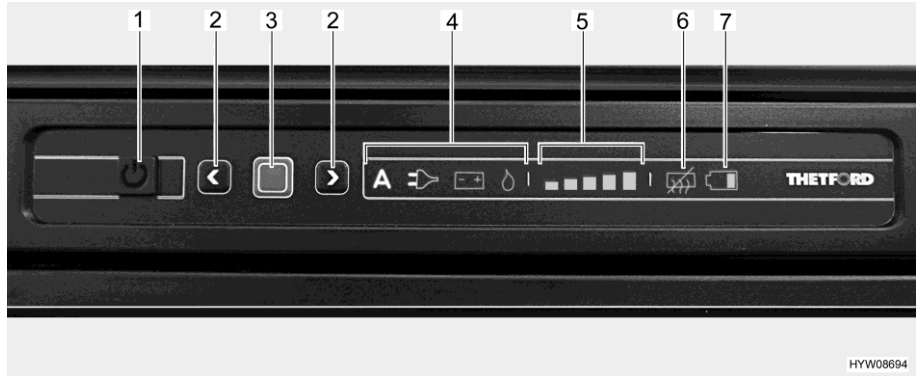

Bild 121 Lysdiodsreglage (kylskåp Thetford)
- Tryck på på/av-knappen (Bild 121,1) i en sekund. Knappen tänds med grönt ljus. Efter ca 10 sekunder dimmas indikeringen automatiskt för att spara ström.
- Tryck på bekräftelseknappen (Bild 121,3). Det sist valda driftläge visas.
- Tryck ned bekräftelseknappen (Bild 121,3) i cirka 2 sekunder. Symbolen för driftläge blinkar.
- Manuellt energival: Med pilknapparna (Bild 121,2) väljer du önskad energikälla.
- Automatiskt energival (endast för utförande med automatiskt energival): Välj driftläget "A" med hjälp av pilknapparna (Bild 121,2).
- Bekräfta valet med bekräftelseknappen (Bild 121,3).
- Tryck på bekräftelseknappen (Bild 121,3) igen. Kynivåindikatorn (Bild 121,5) blinkar.
- Ändra inställningen genom att trycka på pilknapparna (Bild 121,2) tills önskad inställning visas.
- Tryck på på/av-knappen (Bild 121,1) i cirka 2 sekunder. Alla lampor släcks. Kylskåpet är avstängt.
När kylskåpet sätts på väljs automatiskt den sist valda termostatinställningen. Denna inställning kan ändras manuellt med pilknapparna (Bild 121,2). Det tar alltid några timmar innan man har en normal drifttemperatur i kylskåpet. Vid omkopplingen till ett annat driftläge, bibehålls termostatinställningen.